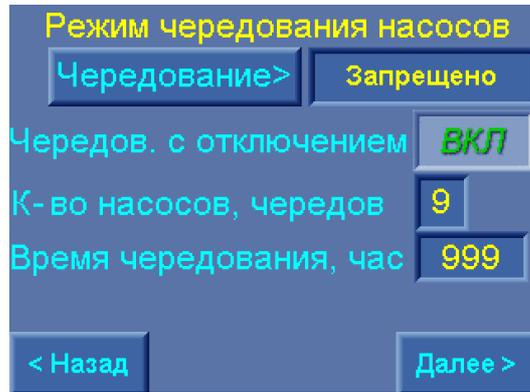

Рис. 10.31. Меню Режим чередования насосов
Функция чередования насосов программируется от экрана меню «Режим чередования насосов» (рис. 10.31).
3) Определить порядок чередования насосов. При выборе способа чередования «По наработке» на экране меню (рис.10.31) появляется строка **«Чередование с отключением»**. При нажатии клавиши **ВКЛ / ВЫКЛ** задается порядок чередования: с отключением насосов / без отключения насосов (п.4.3).